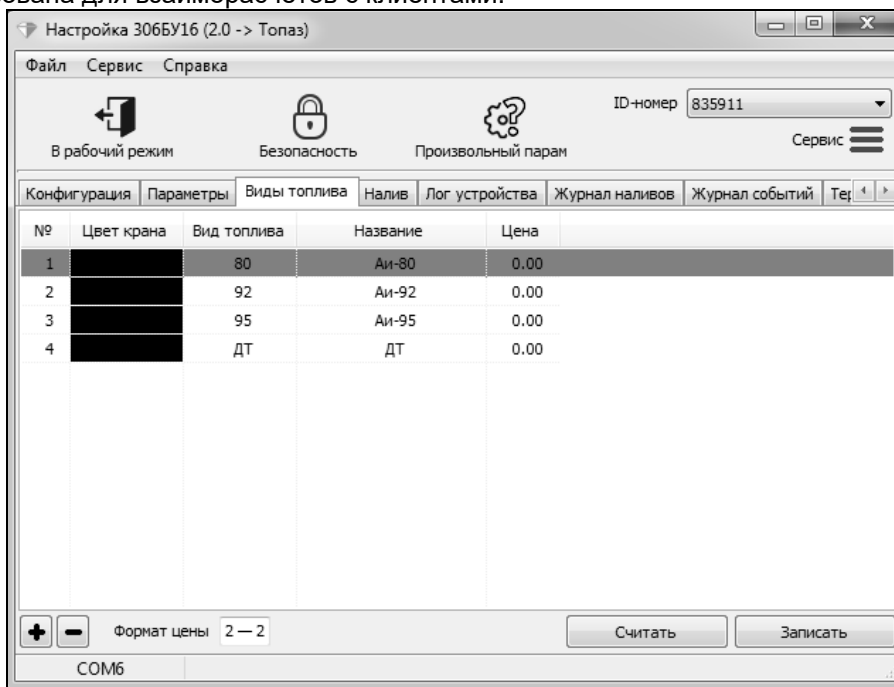

Рисунок 9
6.5 На вкладке "Виды топлива" (рисунок 9) настроить соответствие кодов топлива кошечкам в БД. Необходимо, чтобы каждому коду топлива был сопоставлен кошечек в базе данных.